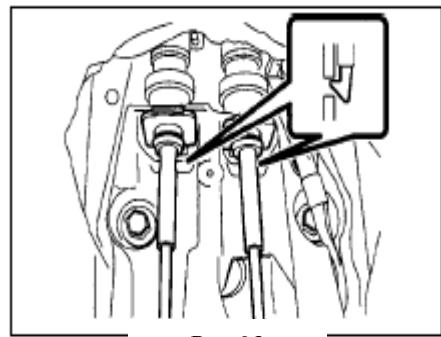

Рис.93
- (1) Подсоедините кабели управления к рычагу переключения передач на полу.(рис.93)